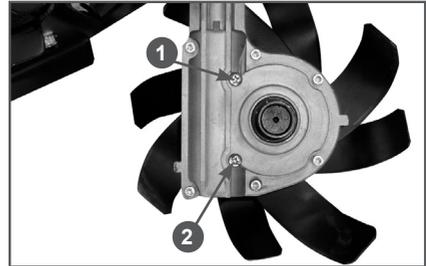

Рис. 22 Замена масла в корпусе редуктора
- Очистите корпус редуктора вокруг пробок контрольного 1 и сливного 2 отверстий (Рис. 22).
- Открутите пробки контрольного 1 и сливного 2 отверстий и слейте масло из корпуса редуктора в специально подготовленную для этого емкость (Рис. 22).
- Закрутите пробку 2 сливного отверстия (Рис. 22).
- С помощью специального шприца или масленки через контрольное отверстие 1 заливайте в корпус редуктора масло до тех пор, пока оно не начнет вытекать из контрольного отверстия 1 (Рис. 22).
- Закрутите на место пробку 1 контрольного отверстия (Рис. 22).